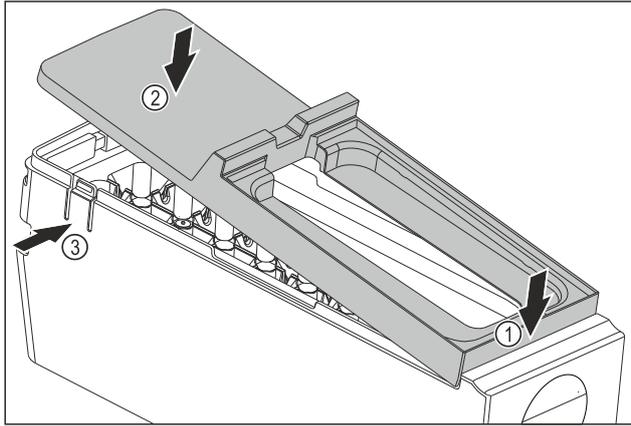

Fig. 144
- ▶ Abdeckung des EasyTwist-Ice-Korpus montieren: Abdeckung vorne ansetzen. Fig. 144 (1)
- ▶ Abdeckung hinten absenken. Fig. 144 (2)
- ▶ Abdeckung rastet hörbar in beiden Laschen Fig. 144 (3) ein.